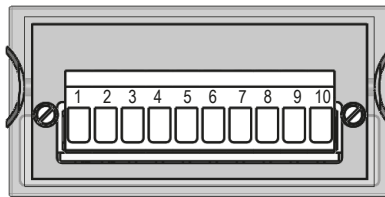

Abb. 2: Anschluss
- 10 pol. Steckleiste (siehe Abb. 2).